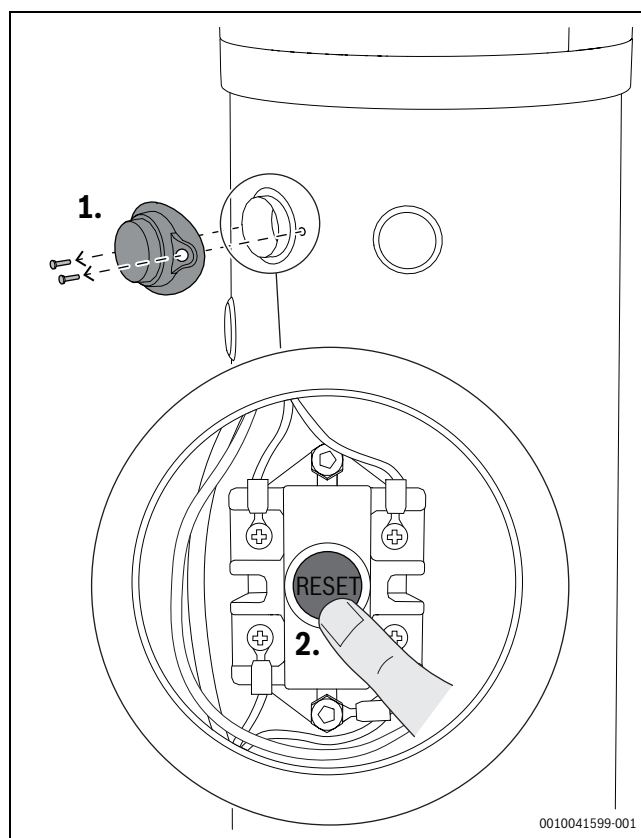

Fig. 32 Rearme do termóstato
- ▶ Remover a cobertura de plástico ao desaparafusando os parafusos de fixação apropriados (passo 1, fig. 32)
- ▶ Rearmar manualmente o termóstato de segurança (passo 2, fig. 32)